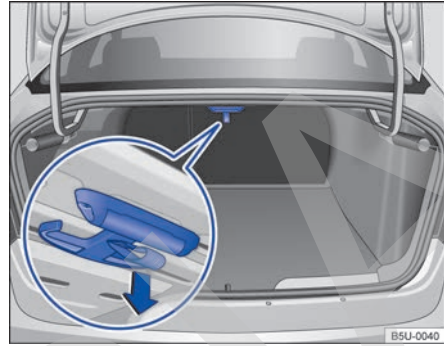

Fig. 75 En el compartimento de equipaje: gancho para bolsas.
- Tirar del gancho para bolsas tomándolo por la empuñadura en el sentido de la flecha → fig. 75 (lupa).